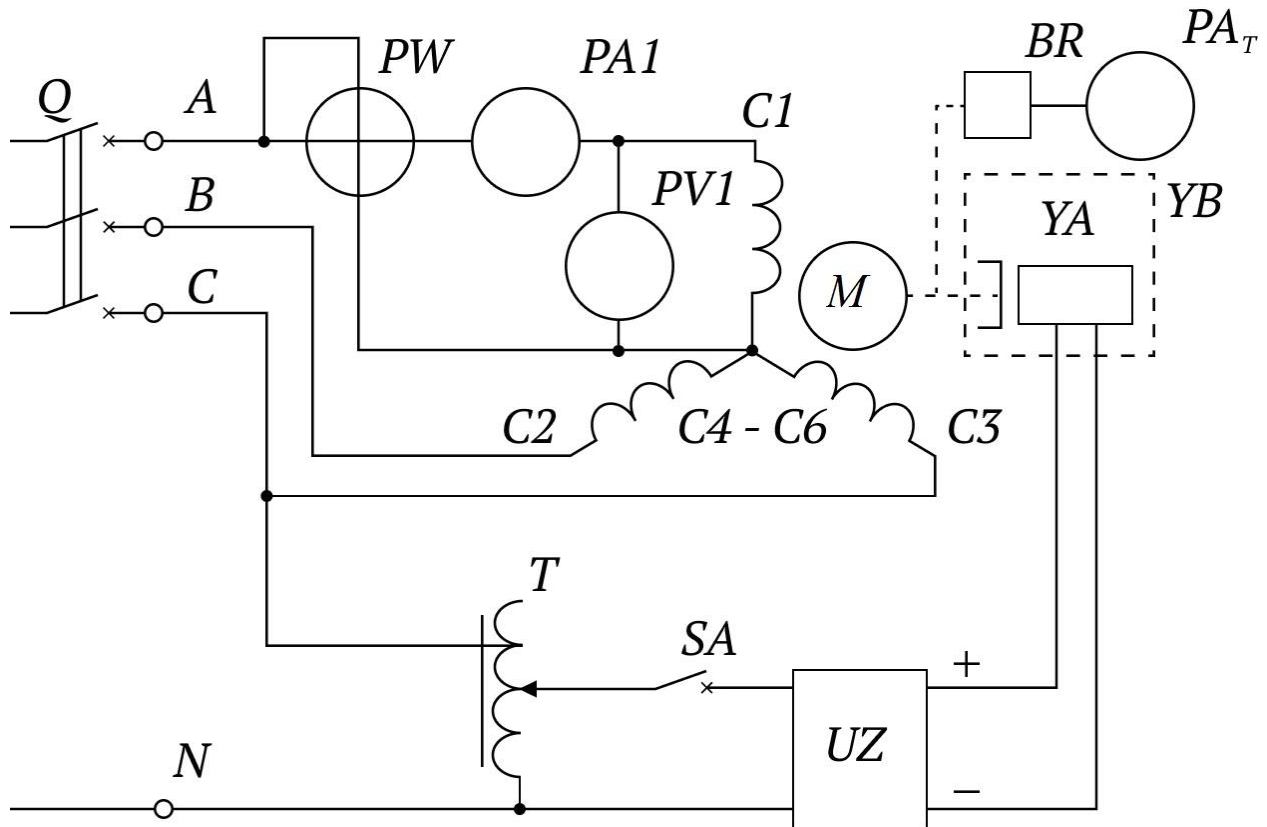

Рисунок 1. Схема экспериментальной установки
Нагрузкой двигателя M (рисунок 1) служит тормоз с электромагнитным приводом $УВ$. Его основными частями являются алюминиевый диск, укрепленный на валу, сочлененный муфтой с валом двигателя, и электромагниты $УА$, окружающие диск. При питании катушек электромагнитов постоянным током создается магнитное поле, индуктирующее во вращающемся диске вихревые токи. В результате взаимодействия вихревых токов с магнитным полем электромагнитов возникает момент в направлении вращения диска, который поворачивает электромагниты вместе с противодействующим грузом и стрелкой, указывающей значение вращающего момента на неподвижной шкале. Величина тормозного момента регулируется изменением тока в катушках электромагнитов $УА$, осуществляемого автотрансформатором T типа АОСН-2-220 через выпрямитель UZ ("Выпр. II").
4.3. Собрать электрическую схему (рисунок 1) и дать ее проверить лаборанту или преподавателю. При этом все выключатели должны находиться в выключенном состоянии (нижнее положение), а регулятор автотрансформатора T – против часовой стрелки до упора.